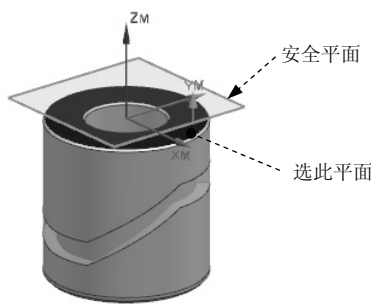

图 5.3.3 创建安全平面
(1) 在 MCS 对话框中 **安全设置** 区域的 **安全设置选项** 下拉列表中选择 **平面** 选项，单击“平面对话框”按钮 ，系统弹出“平面”对话框。
(2) 选取如图 5.3.3 所示的模型表面，在 **偏置** 区域的 **距离** 文本框中输入值 10.0，单击 **确定** 按钮，系统返回到 MCS 对话框，完成安全平面的创建。